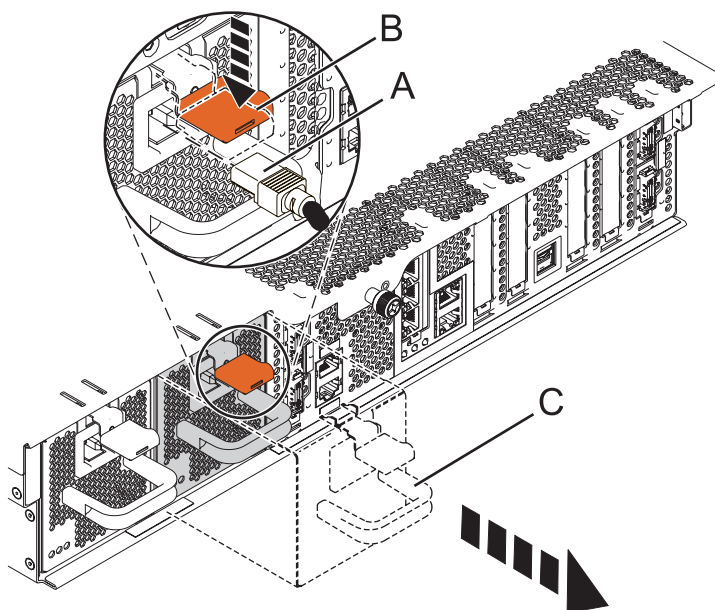

Figura 6. Extracción de la fuente de alimentación
6. Desconecte el cable de alimentación **(A)** de la parte frontal de la fuente de alimentación como se muestra en la Figura 6 en la página 9.
7. Presione hacia abajo el mecanismo de cierre **(B)** como se muestra en la Figura 6 en la página 9.